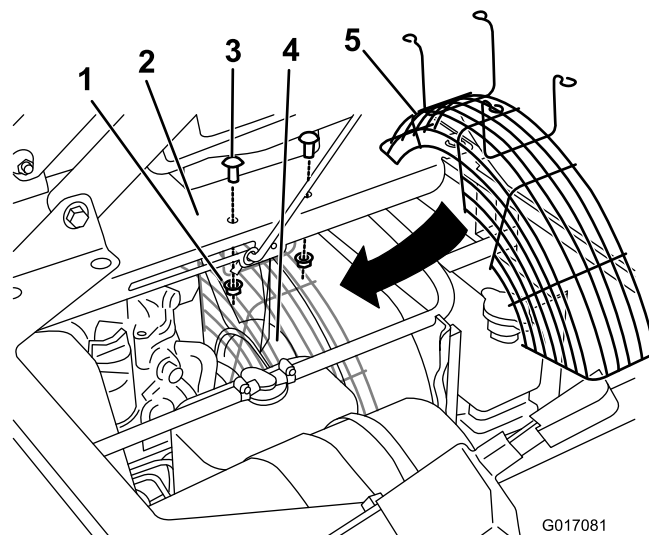

Bild 1
2. Entfernen Sie die zwei Schrauben und Muttern von der Mittelkonsole (Bild 1).
3. Positionieren Sie die Schutzvorrichtung unterhalb der Mittelkonsole und über dem Kühler (Bild 1).
4. Bringen Sie die Kühlerschutzvorrichtung an der Mittelkonsole mit den vier Schlossschrauben & Bolts 5_16x3_4 sowie den vier Bundmuttern & Nut 5_16 an; (Bild 1).